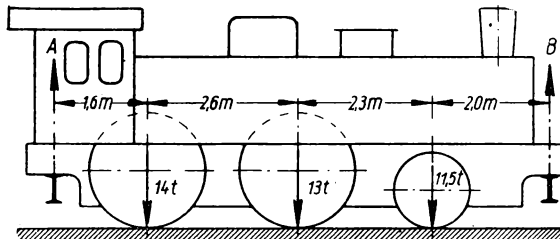

Bild 151
**285.** Eine Lokomotive von den gegebenen Achsdrücken (Bild 151) wird nach Abkupplung des Tenders in der Werkstatt durch den Laufkran mittels untergeschobener Querträger *A* und *B* aufgehoben, um auf ein anderes Gleis versetzt zu werden. Die Belastungen *A* und *B* der beiden Winden des Laufkrans sind zu berechnen.